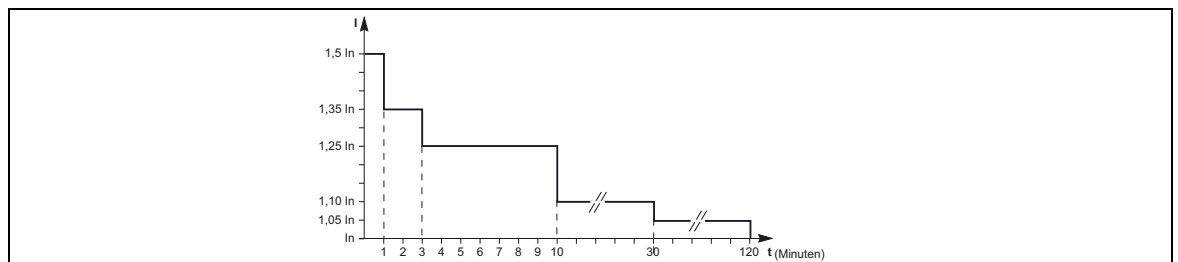

Abb. 17
– Das Überlastvermögen des Wechselrichters beträgt 125% über 10 Minuten, 150% über 1 Minute (siehe Überlastkurve in Abb. 17).
- die grüne LED ⑤ "GESCHÜTZTE LASTVERSORGUNG" erlischt,
- der Summer ① ertönt,
- die rote LED ② "UNGESCHÜTZTE LASTVERSORGUNG" leuchtet auf.
- Bei einer länger andauernden Überlast beträgt das Überlastvermögen des Wechselrichters 125 % über 10 Minuten, 150 % über 1 Minute (siehe Überlastkurve in Abb. 17). Nach Ablauf dieser Zeit schaltet der Wechselrichter ab.
- die rote LED ② "UNGESCHÜTZTE LASTVERSORGUNG" im Bedien- und Anzeigefeld leuchtet auf.